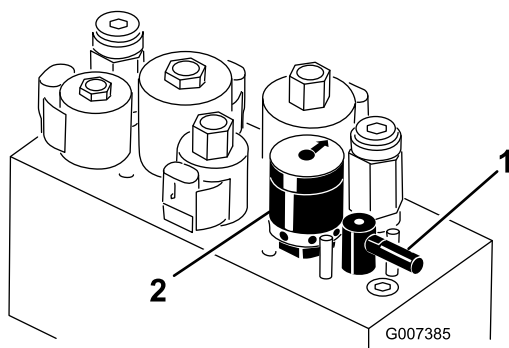

Figura 58
5. Rode a alavanca de rectificação para a posição “R” (Figura 58).
6. Rode o controlo da velocidade dos cilindros para a posição 1 (Figura 58).